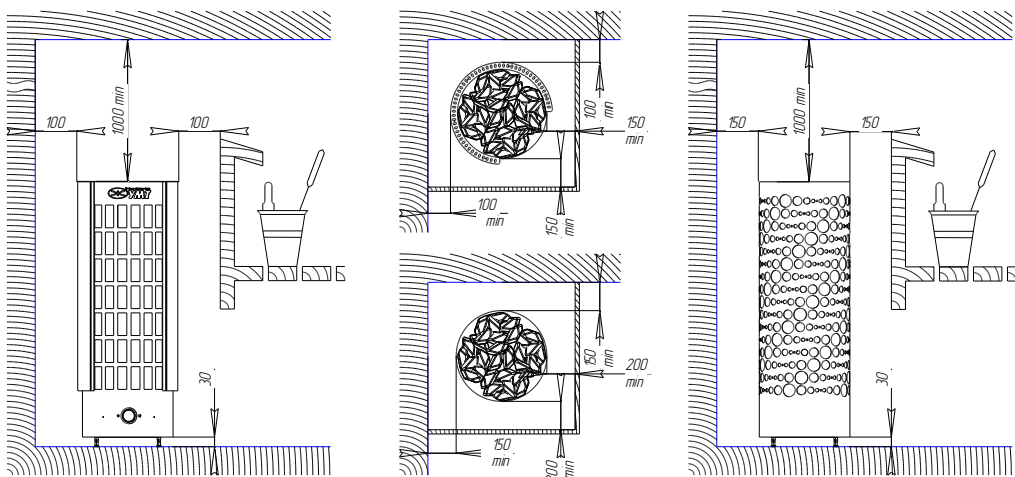
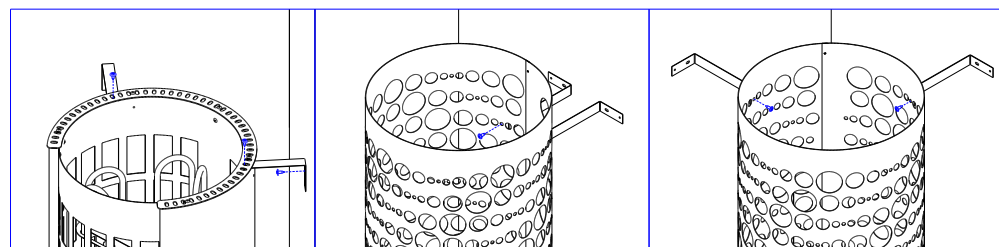

Рис.1 Схема установки (слева – с двойным кожухом, справа – с одинарным кожухом)
Рис.2 Монтаж (слева – с двойным кожухом, в центре и справа – с одинарным кожухом)
6.1. **ВЫБОР МОЩНОСТИ** каменки необходимо производить с учетом размеров сауны (п.п.2.6), помещения парилки (п.п.6.2.), а также расстояния от каменки до стен, потолка, пола в соответствии с размерами указанными на рис.1 «Схема установки». Каменка со слишком большой мощностью нагреет сауну слишком быстро, камни не успеют хорошо прогреться и вода, политая на камни, вместо того, чтобы превратиться в пар, просто стечет. С другой стороны, при недостаточно мощной каменки, процесс нагрева сауны будет нежелательно долгим, что сокращает срок службы нагревательных элементов.
6.4. **УСТАНОВКА КАМЕНКИ** производится согласно рис.1 «Схема установки» и рис.2 «Монтаж». Установите каменку и выровняйте ее так, чтобы она стояла вертикально с помощью регулируемых по высоте ножек. Для крепления каменки к каркасу сауны используйте кронштейны, крепление каменки возможно как в угол, так и вдоль стены.
Около каменки стены и пол сауны должны иметь огнезащитную панель из листового металла с теплоизоляцией из листового асбеста или минваты. Установку защитной решетки вокруг каменки следует производить на расстоянии указанном на рис.1 «Схема установки».